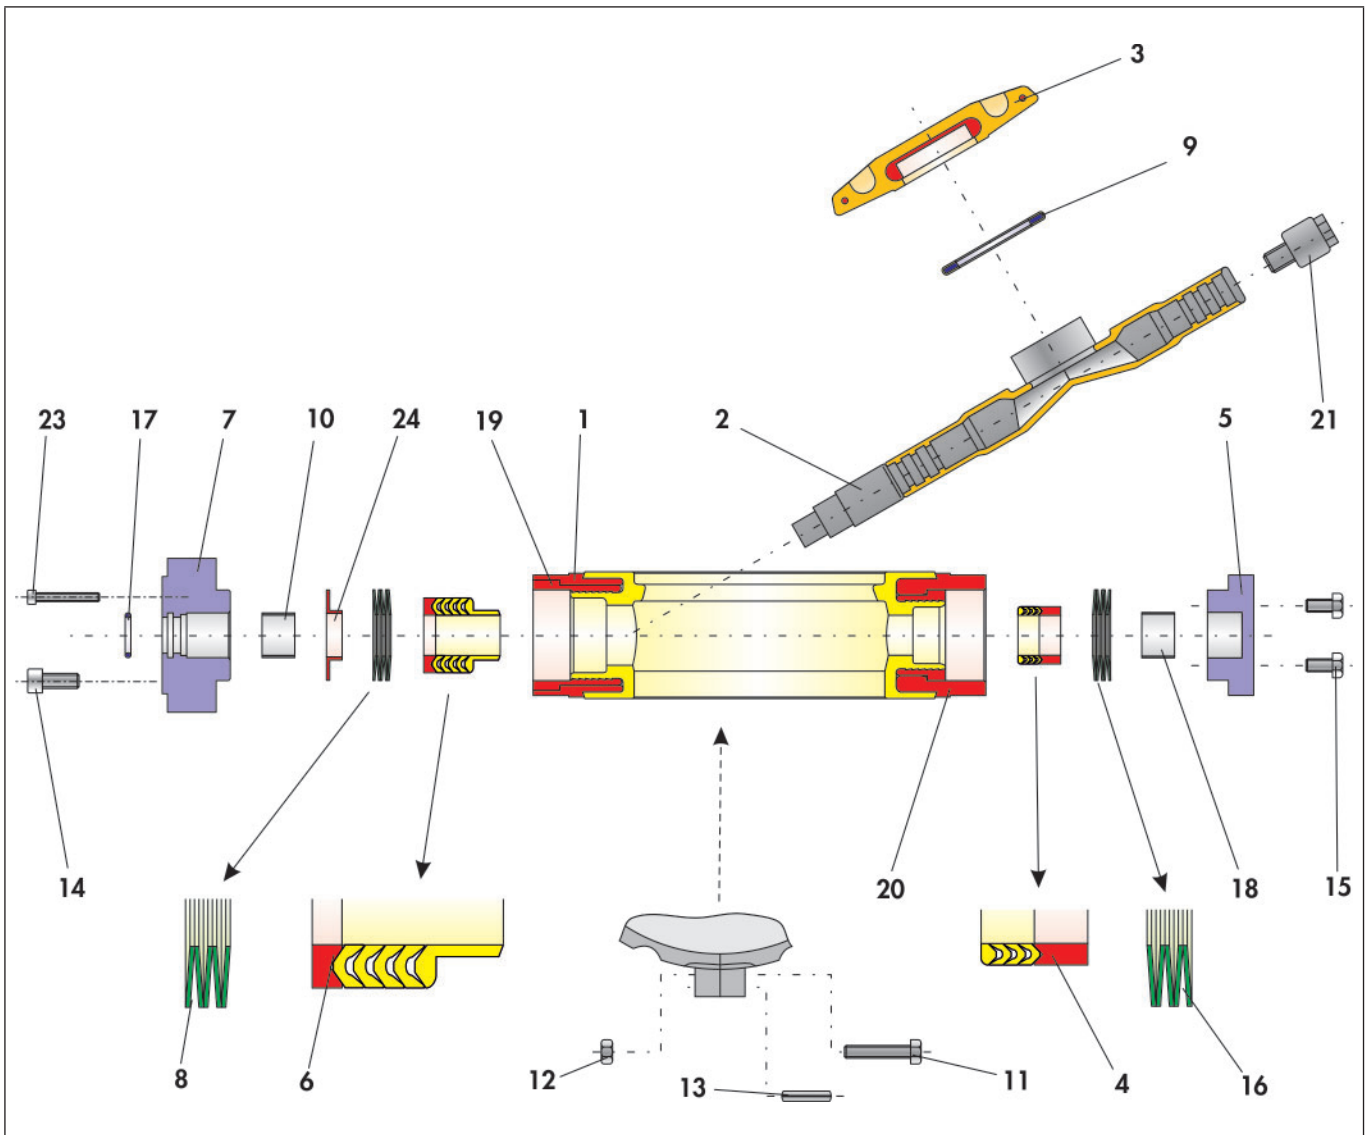

Bild 3-3: Explosionszeichnung der Kappe BR 10a mit nachstellbarer Stopfbuchse
- ⇒ Grundring der Dachmanschettenpackung (6) über das freie Wellenende an die entsprechende Stelle im Klappengehäuse (1) mittels einer Montagehülse schieben.
- ⇒ PTFE-Dachmanschettenpackung (6) über die Schaltwelle in die Gehäusebohrung schieben und mit einer Montagehülse andrücken. Anordnung der Dachmanschettenpackung vgl. Bild 3-3.
- ⇒ Tellerfedersatz (8) über die Schaltwelle schieben und an die entsprechende Stelle auf die Dachmanschettenpackung platzieren. Anordnung der Tellerfedern vgl. Bild 3-3.
- ⇒ Druckbuchse (24) auf die Tellerfedern legen.
- ⇒ Lagerbuchse (10) in die Führungsbuchse (7) eindrücken.
- ⇒ O-Ring (17) in die entsprechende Stelle der Führungsbuchse einlegen.
- ⇒ Schrauben (23) so einschrauben, dass die Schraubenschäfte bündig mit der Unterseite der Führungsbuchse (7) abschließen.
- ⇒ Vormontierte Führungsbuchse sauber auf das Gehäuse stecken und mit Schrauben (14) justieren.
- ⇒ Schrauben (14) gleichmäßig und wechselseitig anziehen.
- ⇒ PTFE-Dachmanschettenpackung (4) über die Schaltwelle in die Gehäusebohrung schieben und mit einer Montagehülse andrücken. Anordnung der Dachmanschettenpackung vgl. Bild 3-3.
- ⇒ Tellerfedersatz (16) über die Schaltwelle schieben und an die entsprechende Stelle auf die Dachmanschettenpackung platzieren. Anordnung der Tellerfedern vgl. Bild 3-3.
- ⇒ Lagerbuchse (18) in die Unterbrille (5) eindrücken.
- ⇒ Vormontierte Unterbrille sauber auf das Klappengehäuse stecken und mit Schrauben (15) justieren.
- ⇒ Schrauben (15) gleichmäßig und wechselseitig anziehen.
- ⇒ Quetschdichtelement (9) auf das Gewinde der Schaltwelle (2) für die Klappenscheibe (3) legen.
- ⇒ Klappenscheibe (3) auf die Schaltwelle aufschrauben.